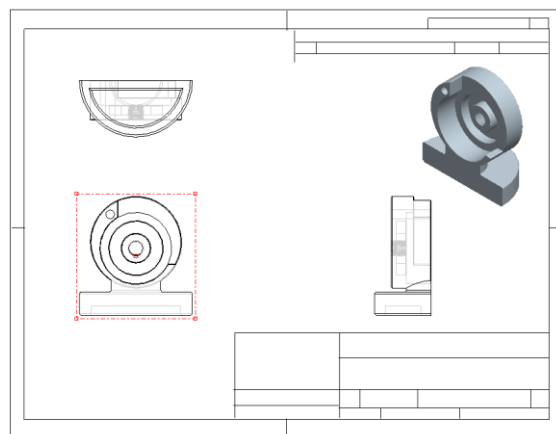

図 10-13 ビューを移動する
- マウス左ボタンを用いて移動したい図面をクリックすると図面中央に赤い点線の四角枠（ハイライト状態）が表示されるので、シート上の適切な場所に移動して再配置する（図 10-13）。